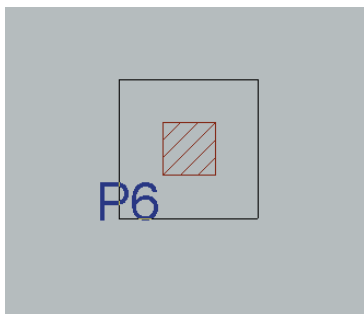

Fig. 14.81
- Pour introduire une semelle centrée au poteau P6, placez le pointeur juste au-dessus du poteau (cf. Fig. 14.81).